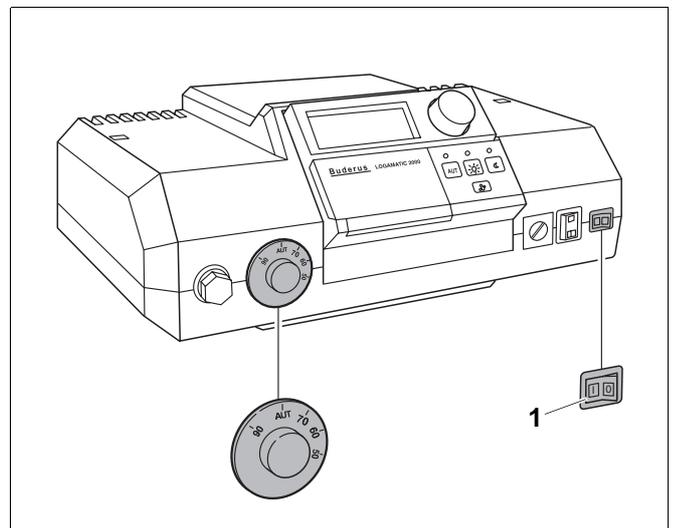
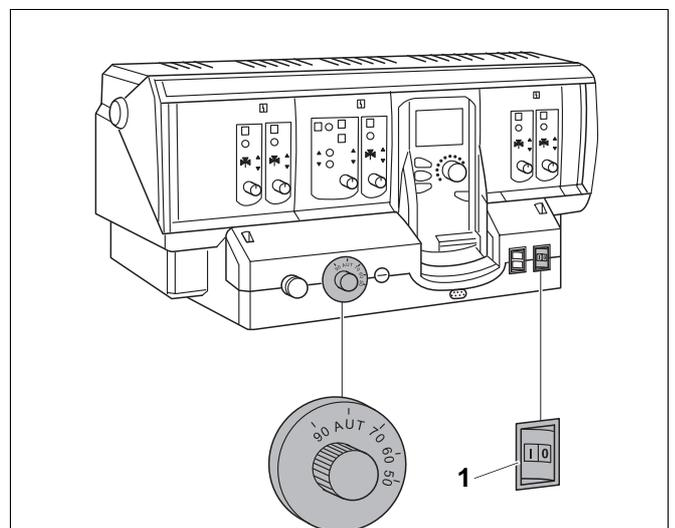

Abb. 35 Regelsystem Logamatic 2000
Abb. 36 Regelsystem Logamatic 4000
- Betriebsschalter (Abb. 35, **Pos. 1** bzw. Abb. 36, **Pos. 1**) in Stellung „0“ (AUS) stellen.